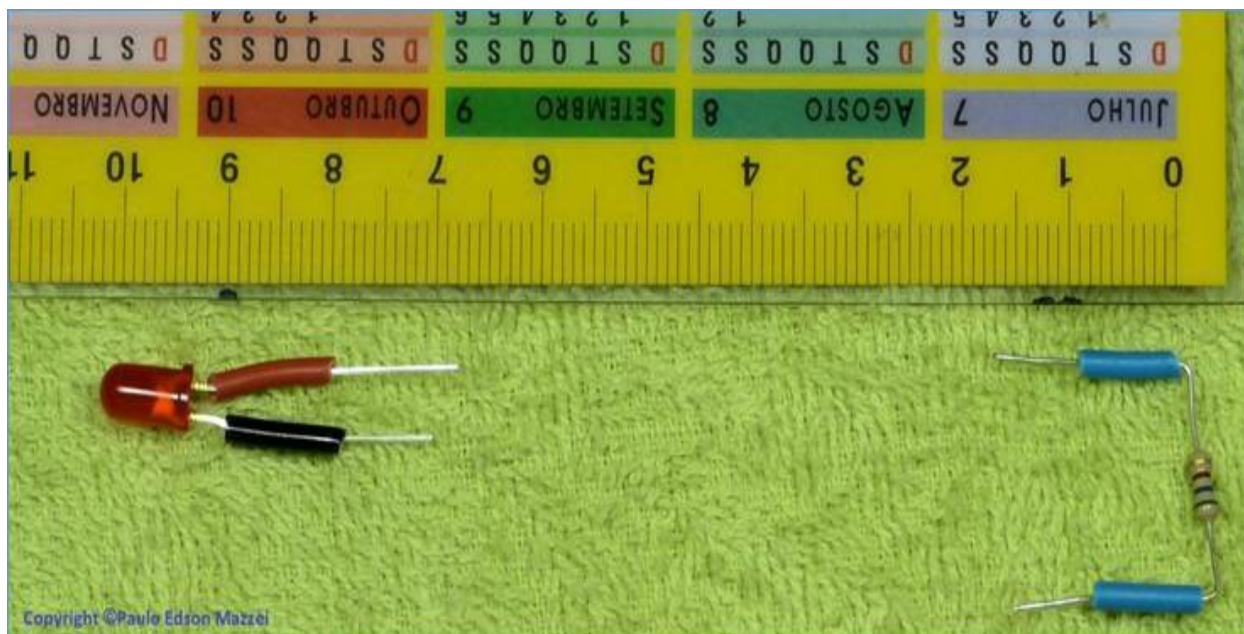

Figura 65 - LED e resistor com terminais encapados.
- e.** Faça o mesmo para o LED. Veja **figura 65**.